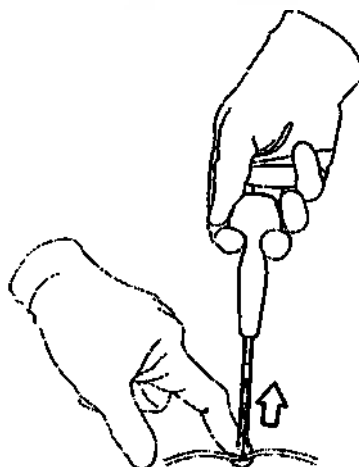

Рисунок 16.
- 7.2. Разместить один палец над закупоркой для ее закрепления на месте, при этом медленно вынимая устройство доставки (рисунок 16).